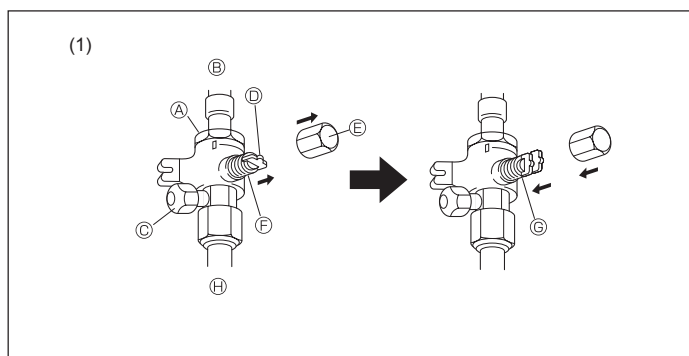
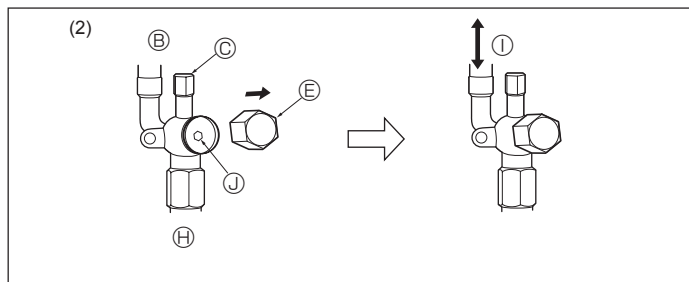

Fig. 5-8
Fig. 5-9
(1) Côté gaz (Fig. 5-8)
- ① Enlever le capuchon, ramener la poignée vers soi et la tourner d'un quart de tour en sens inverse des aiguilles d'une montre pour ouvrir la vanne.
- ② Vérifier que la vanne d'arrêt est complètement ouverte, appuyer sur la poignée et tourner le capuchon pour le ramener sur sa position d'origine.
(2) Côté liquide (Fig. 5-9)
- ① Retirez le bouchon, et tournez la tige de soupape à fond dans le sens antihoraire avec une clé hexagonale de 6 mm [3/16"]. Arrêtez de tourner quand elle frappe la retenue.
- ② Vérifier que la vanne d'arrêt est complètement ouverte et tourner le capuchon pour le ramener sur sa position d'origine.